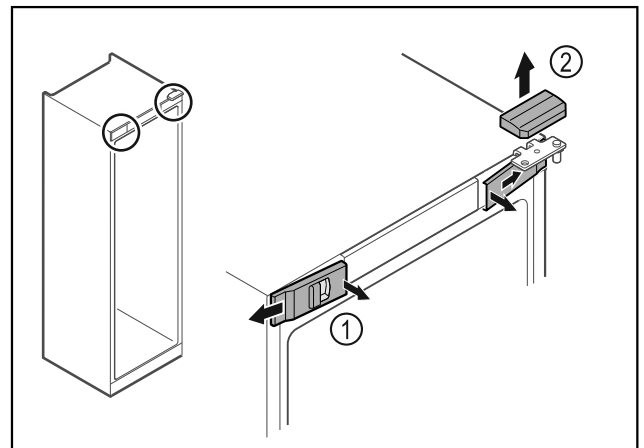

Fig. 10
- Vordere Abdeckungen Fig. 10 (1) innen ausrasten und zur Seite abnehmen.
- Obere Abdeckung Fig. 10 (2) nach oben abnehmen.